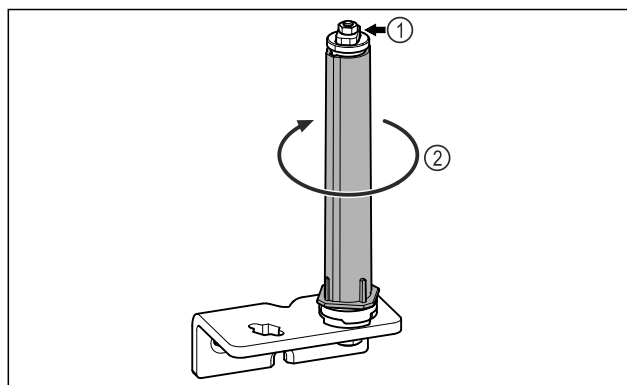

Fig. 29
- ▶ Neizjauciet durvju slēgšanas sistēmu Fig. 29 (1).
- ▶ Pagrieziet slēgšanas sistēmu Fig. 29 (2), līdz tā noklikšķ.